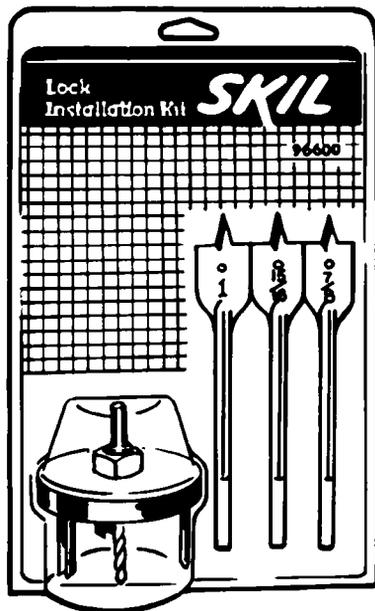

Рис. 5.37. Набор перьевых сверл для установки дверных замков (С разрешения компании Skil Corporation)
- Перьевые сверла различного размера (рис. 5.37)